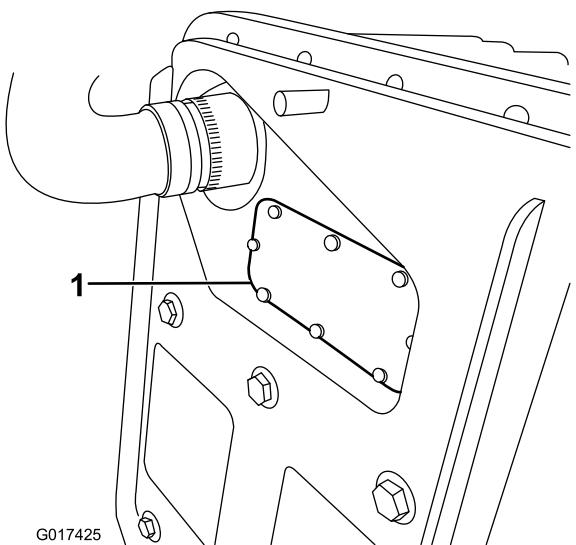

Figura 43
2. Retire la tapa del fusible (Figura 43).